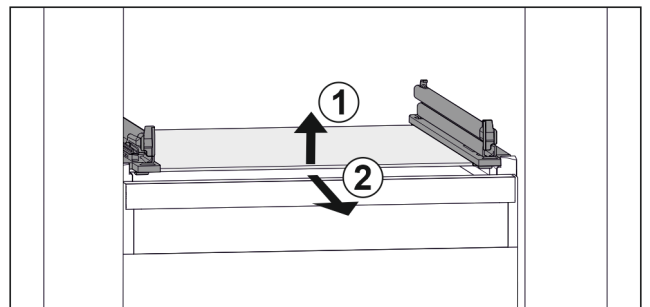

Fig. 155 Eksempel på fremstilling av glassplaten
- ▶ Løft opp glassplaten foran. Fig. 155 (1)
- ▶ Ta ut glassplaten fremover. Fig. 155 (2)